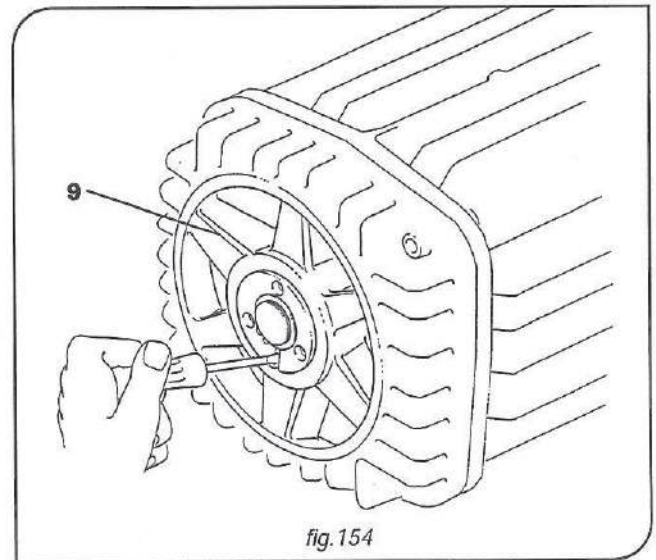

fig. 154
- Rotar en sentido antihorario el anillo tuerca -8- en 360 grados (un giro completo), considerando que un giro completo del anillo tuerca genera un desplazamiento axial de 1 mm en la traba freno -9- (fig 154).